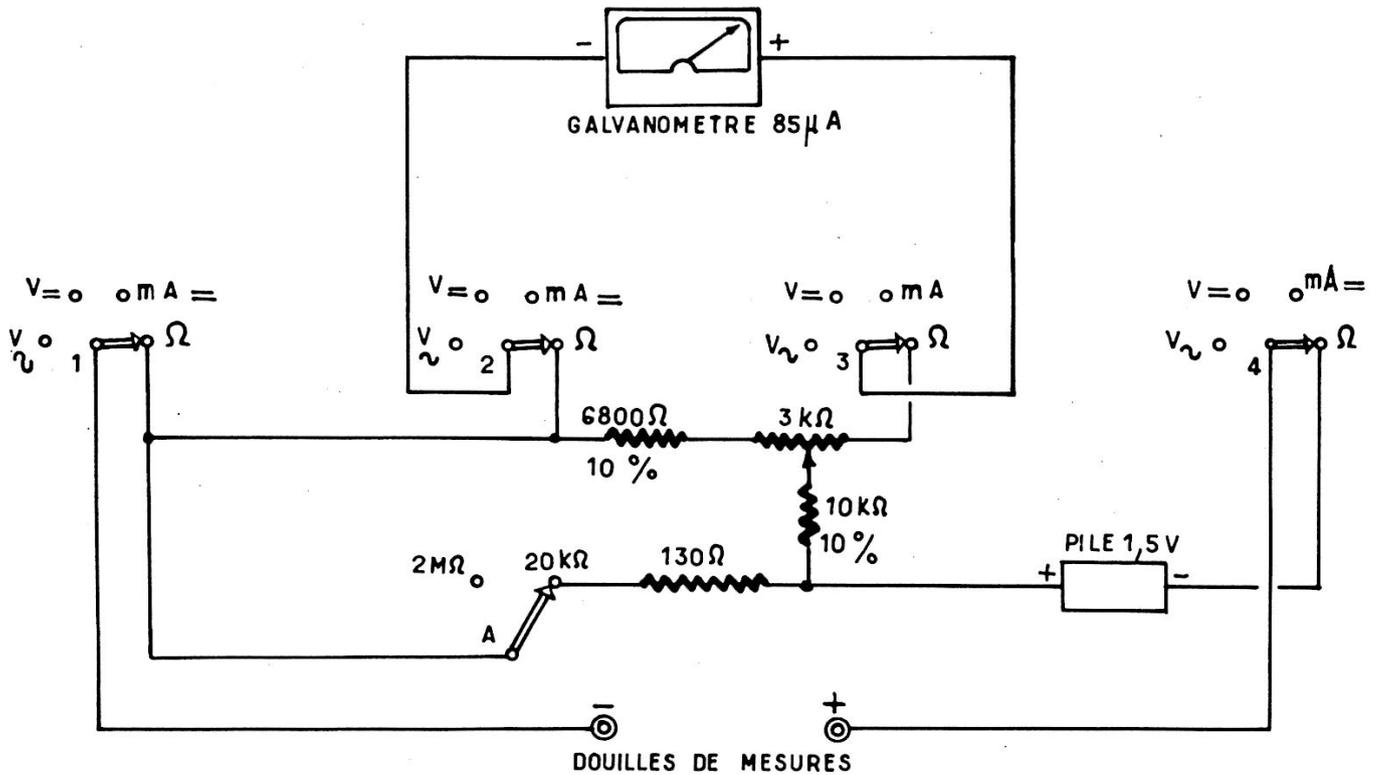

Fig. 98 Fonction en ohmmètre.
*Ohmmètre* — Le circuit permettant la mesure des résistances est représenté à la figure 98. Pour comprendre le fonctionnement examinons ce qui se passe sur le calibre « 2 mégohms ». Les sections 2 et 3 du commutateur de fonctions placent en parallèle sur le galvanomètre un potentiomètre de 3 000 ohms en série avec une résistance fixe de 6 800 ohms. La douille « mesure — » est mise en liaison avec la borne — du galvanomètre par la